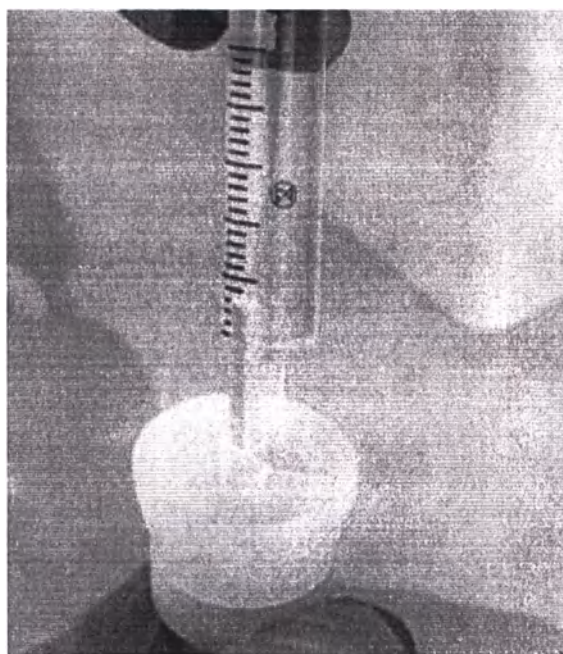

Рисунок 6 – отбор готовой суспензии из Дезагрегатора
- Собрать стерильным шприцем однократного применения без иглы через отверстие в крышке Дезагрегатора получившуюся суспензию гомогенизированных аутооттрансплантатов (см. рисунок 6);